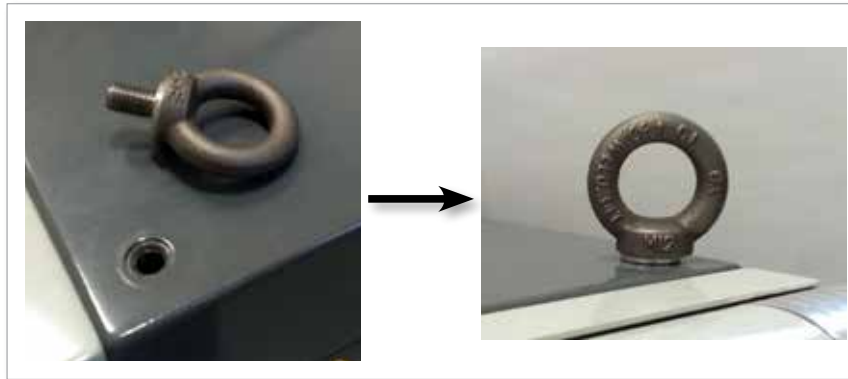

Abbildung 5-2 Anbringen von Ringschrauben und Unterlegscheiben
6. Montieren Sie die Ringschrauben und Unterlegscheiben und setzen Sie sie in die Löcher auf der Oberseite der SeVG Plus-Steuerung ein. Siehe Abbildung 5-2.